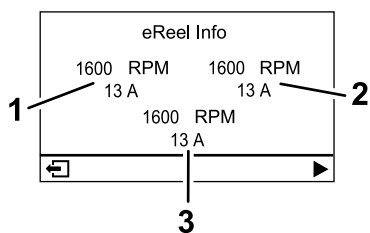

Figura 23
- **Pantalla de motores eReel** (Figura 23): muestra la velocidad y la corriente de cada motor de las unidades de corte.